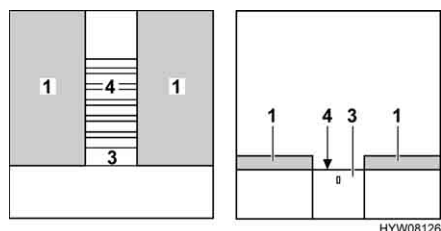

Fig. 82 Durante la trasformazione
- Estrarre completamente il telaio portamaterasso (Fig. 82,4). A tal fine estrarre la base estraibile (Fig. 82,3).